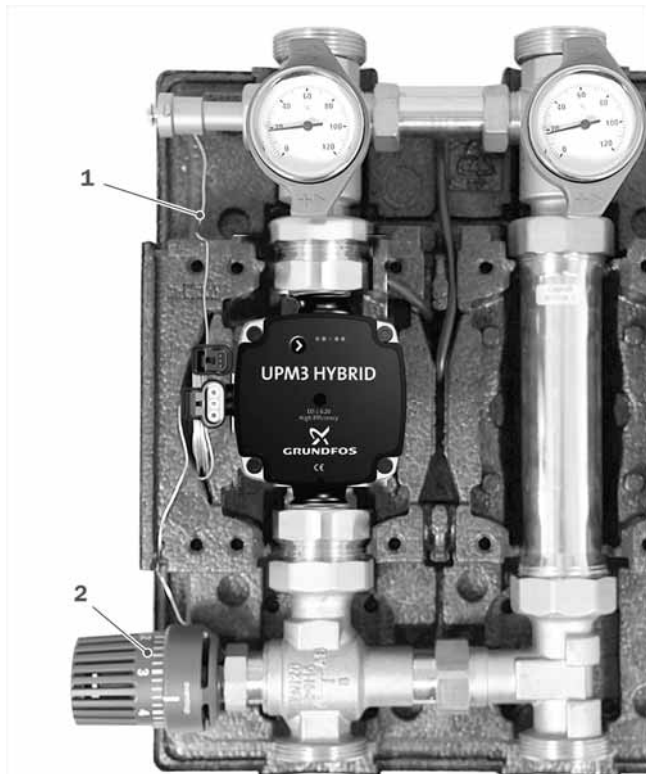

Abb. 4: Pufferladestation PLAS-B-3,9
Thermostat (2) auf die gewünschte Temperatur einstellen. Bei Drehung in Richtung größerer Zahlenwerte ergeben sich höhere Einstellwerte, siehe → Kap. „Abb. 4: Pufferladestation PLAS-B-3,9“, S. 8. In Richtung kleinerer Zahlenwerte ist bei 3,6 ein Anschlag eingebaut. Von Ziffer zu Ziffer ergibt sich eine Änderung von 5 K. (Verstellbereich: 15,4 K; Einstellbereich des Handrades: 3,6 bis 7)